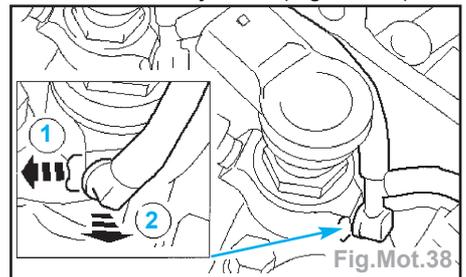

Fig.Mot.38
- Débrancher la canalisation de retour de carburant de l'injecteur (Fig.Mot.38) :